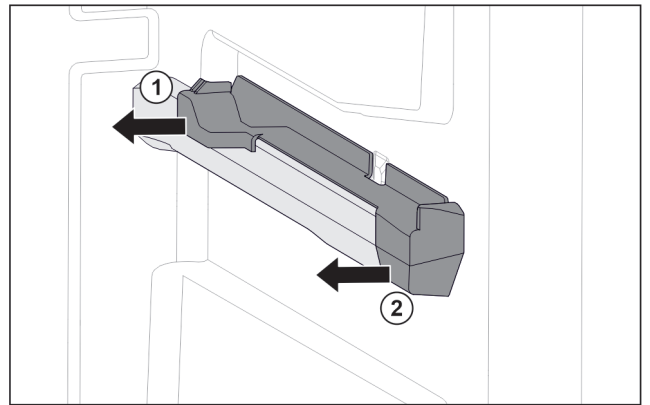

Fig. 47 Élément emboîtable sur la nervure de récipient droite
- ▶ Le retirer sur le côté par l'arrière. Fig. 47 (1)
- ▶ Le retirer sur le côté par l'avant. Fig. 47 (2)